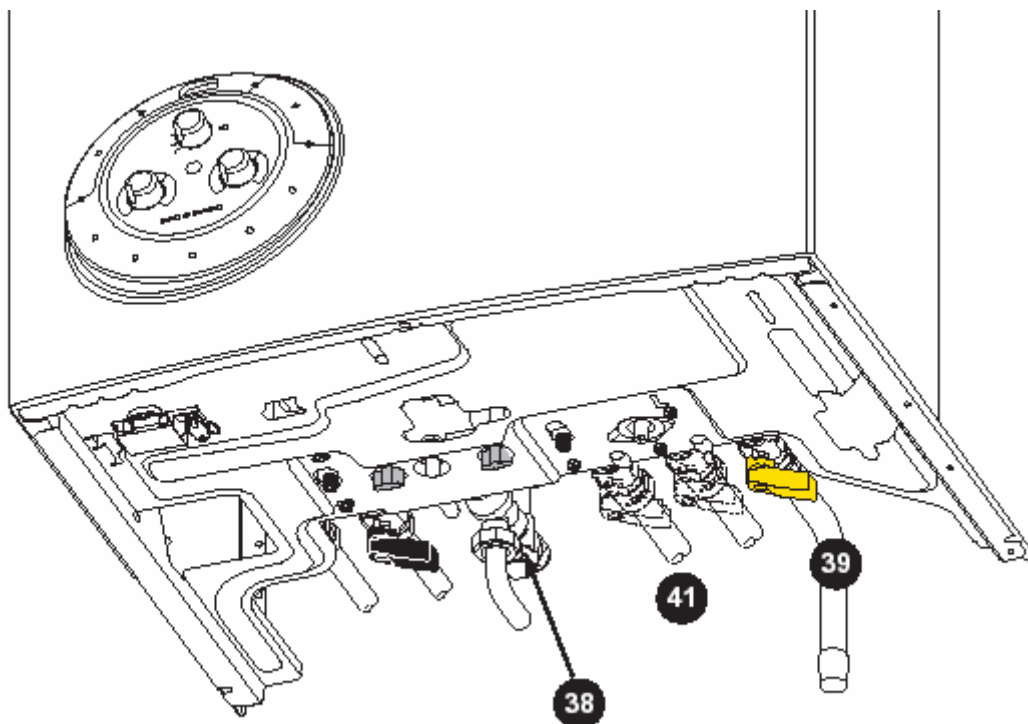

Fig. 20
3. Deschideți robinetul de gaz **39** (fig.20).
- **Intrerupeti** intrarea gazului poziționând robinetul **39** (fig. 20), pe «STOP»
*În anumite cazuri de instalare ar putea apărea, după ce ati obținut apă caldă, o ușoară încălzire a conductelor (și eventual a unui termosifon (calorifer)). Pentru a evita ca acest lucru să se întâmple, este suficient să închideți robinetul pornire încălzire **41** (robinetul de pe turul instalatiei de incalzire situat sub centrala). (fig. 20).*
- acționați **robinetul** de descărcare a **supapei de siguranță** a rezervorului **38** (fig. 20). Apa iese prin orificiul de evacuare.